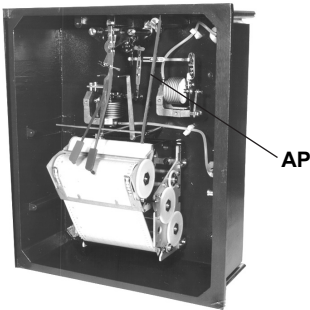

Fig. 7
- Sollevare le penne scriventi mediante l'apposito dispositivo (AP) Fig. 7;
- Lift the pen arms using the device (AP) expressly provided, Fig. 7;